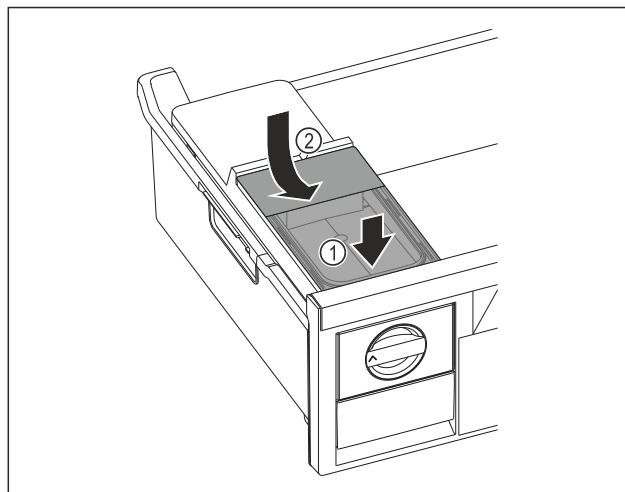

Fig. 167
- Watertank aan de voorkant plaatsen. Fig. 167 (1)
- Watertank aan de achterkant laten zakken. Fig. 167 (2)